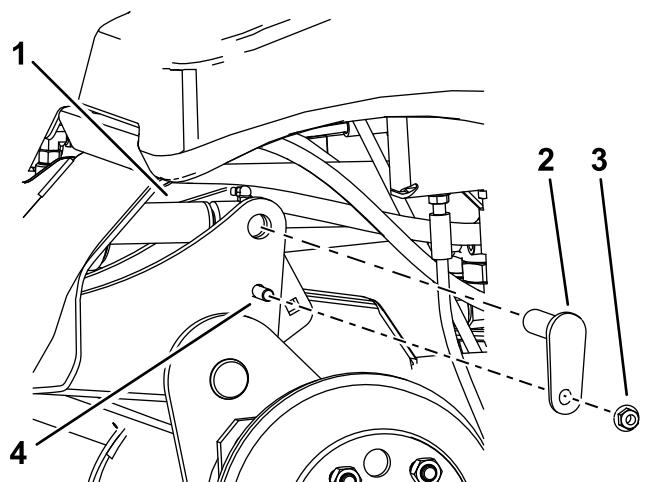

**Figura 9**
- Afloje la tuerca giratoria de la manguera conectada al orificio C1 del distribuidor hidráulico (Figura 9).